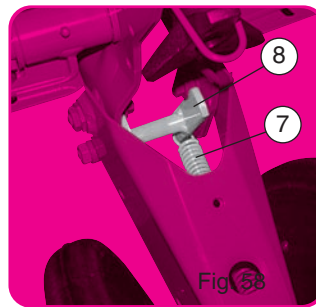
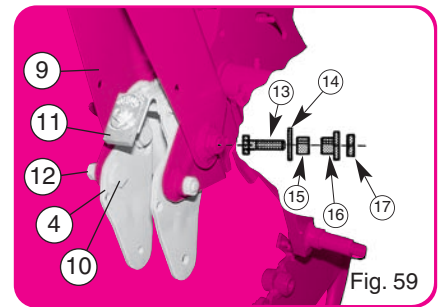
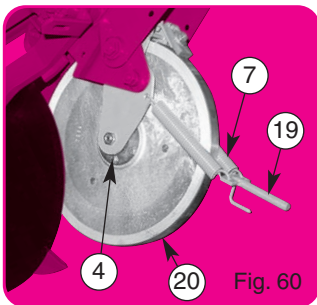
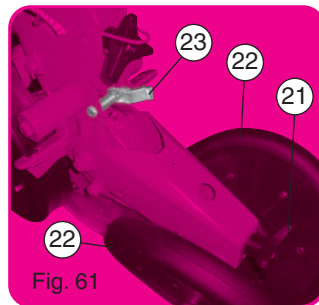

Fig. 58
Fig. 59
Fig. 60
Fig. 61
- Démontez le bloc arrière, désolidariser les ressorts ⑦ et supprimer l'entretoise en H ⑧ (fig. 58).
- Présenter le cadre ④ sans la roue plombuse, mettre en place les vis épaulées ⑩ et les écrous ⑫ (fig. 59).
- Mettre en place les vis de fixation ⑬ du bloc arrière ⑨ avec les entretoises de débattement ⑮, les rondelles ⑭, les écrous spéciaux ⑯ et les contre-écrous ⑰.
- Récupérer les 2 ressorts ⑦, les monter sur le cadre ④ (fig. 60). Respecter l'orientation de l'embout de réglage ⑱.
- Mise en place de la roue ⑳.
- Mise en place de la poignée ㉑ (fig. 61).
- Position de fonctionnement (fig. 61).
- Remove the rear unit, separate the springs ⑦ and remove the H spacer ⑧ (fig. 58).
- Position the frame ④ without the press wheel, and put the turned screws in place ⑩ and the nuts ⑫ (fig. 59).
- Position the fixing screws ⑬ of the rear unit ⑨ with the clearance spacers ⑮ the washers ⑭ the special nuts ⑯ and the counternuts ⑰.
- Take the 2 springs ⑦, and assemble them on the frame ④ (fig. 60). Respect the orientation of the adjusting end part ⑱.
- Position the wheel ⑳.
- Position the adjusting handle ㉑ (fig. 61).
- Operation position (fig. 61).
- Demontieren Sie die hintere Andruckrolle und entfernen Sie die Feder ⑦ gleichzeitig mit der Distanzhülse ⑧ - Fig. 58.
- Den Rahmen ④ ohne Andruckrolle in Position ⑩ mit Schraube und Mutter ⑫ anschrauben. Weiter Schraube ⑬ in die Halterung der hinteren Andruckrolle ⑨ mit Abstandshülse ⑮ Unterlegscheibe ⑭ und Spezialmutter ⑯ und Kontermutter ⑰ einsetzen.
- Die zwei Federn ⑦ in den Rahmen ④ - Fig. 60 - einsetzen. Achten Sie auf die richtige Anbringung des verstellbaren Endteils ⑱.
- Andruckrolle ⑳ einsetzen.
- Verstellerschraube ㉑ für Fig. 61 anbringen
- Führen Sie die Pos. Fig. 61 aus